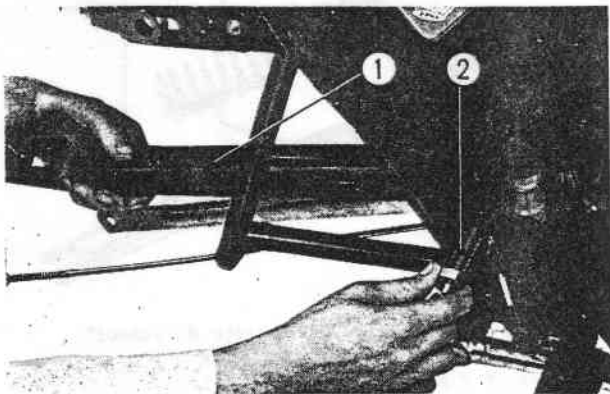

Fig. 12-8 ① Fourche arrière
4. Dévisser l'axe d'articulation et l'écrou de fourche et enlever la fourche arrière du cadre. La rondelle latérale et le fourreau central peuvent alors être déposés. (Fig. 12-8)